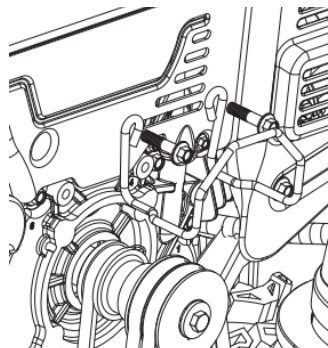

Рис. 24
3. Снимите ремень шнека со шкива двигателя (Рис. 24).